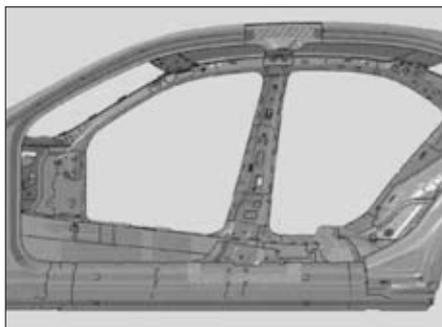

FIG. 84
- Appliquer de la colle à deux composants dans les zones hachurées (Fig.84).